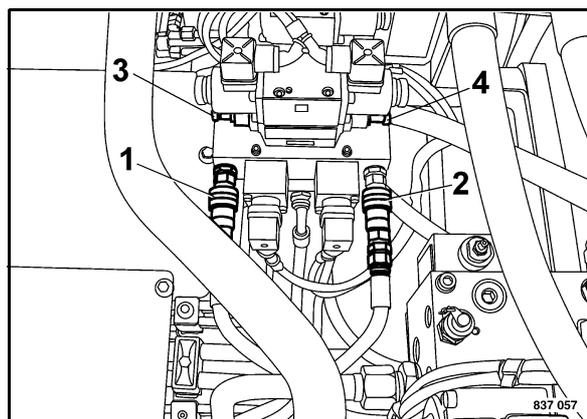

Fig. 134
- Collegare i tubi flessibili 1 e 2 (Fig. 134) della pompa a mano agli attacchi rapidi del gruppo valvole.
- Avvitare a fondo le viti di registro delle valvole limitatrici della pressione (3) e (4).
- Svitare completamente le viti di registro delle valvole limitatrici della pressione 3 e 4 (Fig. 134).
- Staccare i tubi flessibili 1 e 2 (Fig. 134) della pompa a mano.